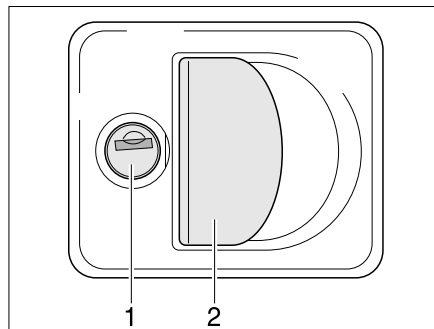

Bild 52 Klappenschloss mit Griffschale
- Schlüssel in Schließzylinder (Bild 52,1) stecken und eine viertel Umdrehung drehen. Das Klappenschloss ist entriegelt.
- Am Schlossgriff (Bild 52,2) ziehen. Die Außenklappe ist geöffnet.